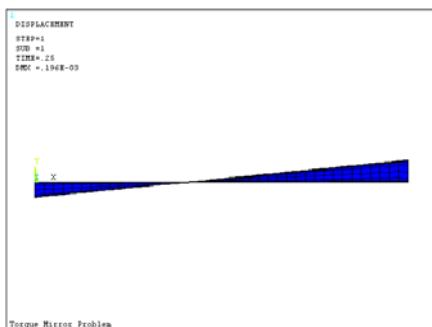

图 9-46 25s 时的网格模型
⑪单击“OK”按钮, ANSYS 窗口将显示如图 9-46 所示的 25s 时的网格模型。